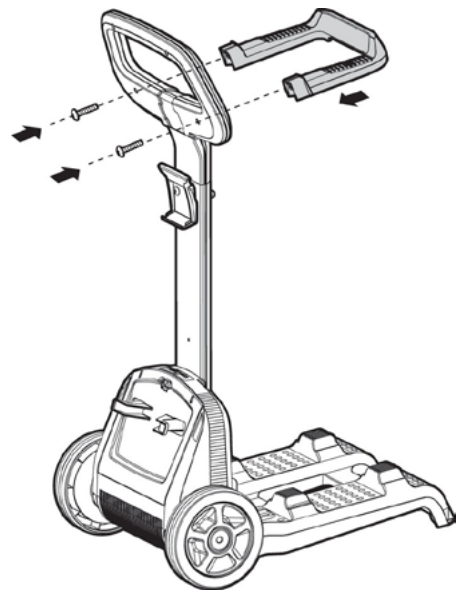

Figura 14
1. Utilizando los dos últimos tornillos Phillips más cortos incluidos con el carrito, asegure el soporte del cable de alimentación al mango del carrito. Ver **Figura 14**.